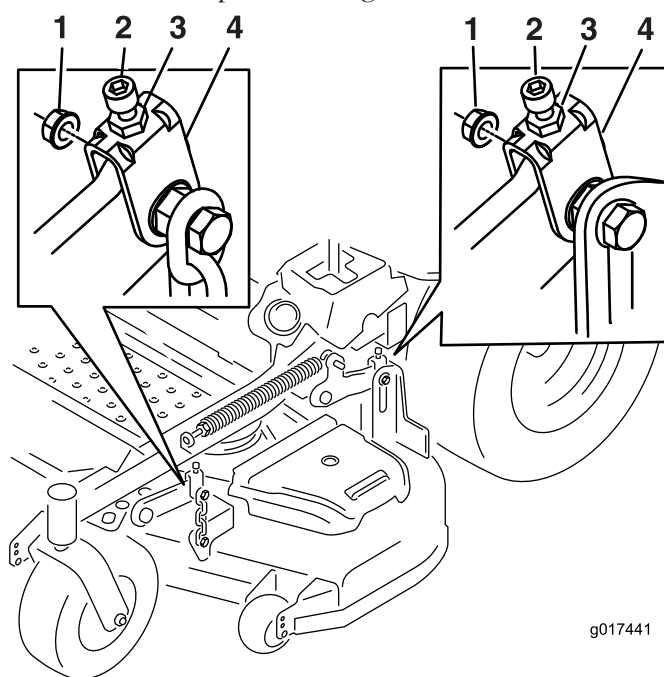

Figura 73
10. Se necessario, allentate il dado whizlock sul lato della forcella e il controdado sulla parte superiore. Mettete a punto la vite di regolazione ruotando fino a un'altezza di 7,6 mm (vedere Figura 73).
16. Mettete a punto la vite di regolazione ruotando fino a un'altezza di 8,3 mm (vedere Figura 73).